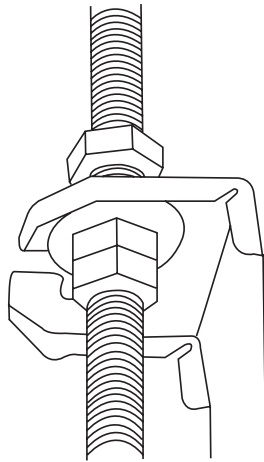

Рис. 4.8
8. Установите внутренний блок. Для подъема и закрепления блока требуется не менее двух человек. Введите монтажные болты в отверстия для подвески блока. Закрепите их, используя прилагаемые шайбы и гайки (см. рис. 4.8).